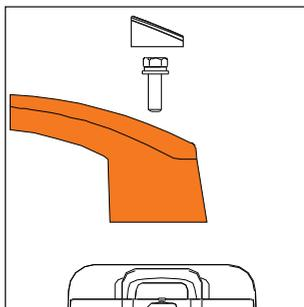

Рис. 6
- На модели компрессора **DAC 180S** накрутите быстросъемный коннектор на выходной кран, установите верхнюю рукоятку на головку блока цилиндров (Рис. 6).